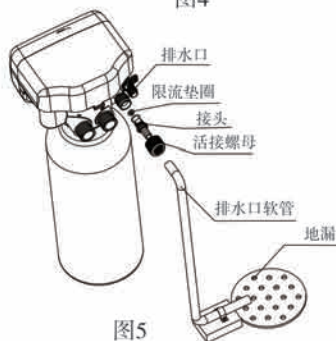

图5
⑤安装排水管路
- 如图5所示，将排水限流垫圈放入排水接头内；
- 将排水软管如图5所示固定好。
●绝对不能把排水管与下水道相连，须在二者之间留有一定的空隙（如图5），以防污水被虹吸到水处理器中。